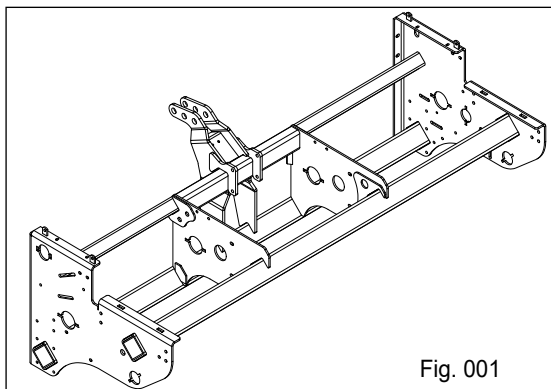

Fig. 001
- Possibilidade para a montagem de vários espaçamentos entre linhas, (Fig. 001).